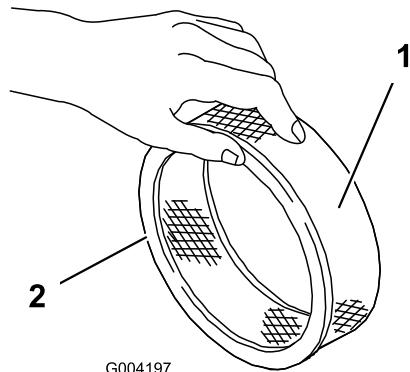

Bild 32
- Untersuchen Sie den Papierfilter auf Risse, einen öligen Film und Schäden an der Gummidichtung (Bild 32).
- Schieben Sie den Schaumvorfilter vorsichtig auf den Papierfilter (Bild 32).